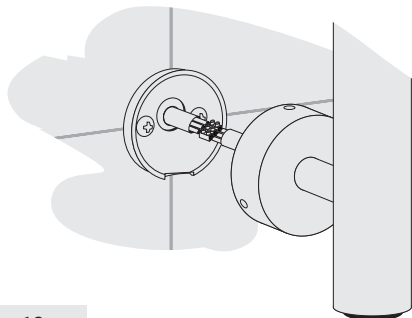

Рис.10
4.2.4. Соединить провода полотенцесушителя с проводом из стены с помощью клеммных колодок (рис. 10).